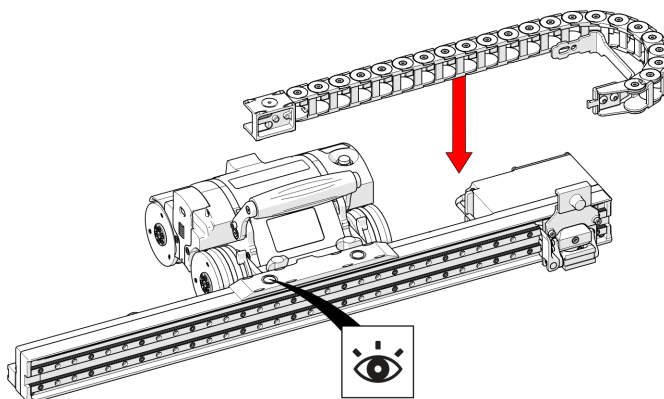

Figure 2-27 Fixation du chemin de câbles
1. Fixez l'extrémité magnétique du chemin de câbles à la base magnétique de la tige d'indexation motorisée. Assurez-vous que les quatre trous sont alignés sur les encoches de l'extrémité magnétique (voir la Figure 2-27 à la page 68).